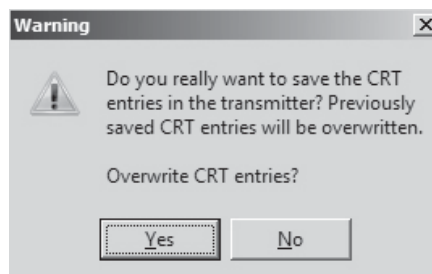

Abb. B.7: Warnung (CRT-Einträge speichern)
- Klicken Sie auf Yes, wenn die CRT-Einträge gespeichert werden sollen. Eine Warnung wird angezeigt (siehe Abb. B.7).